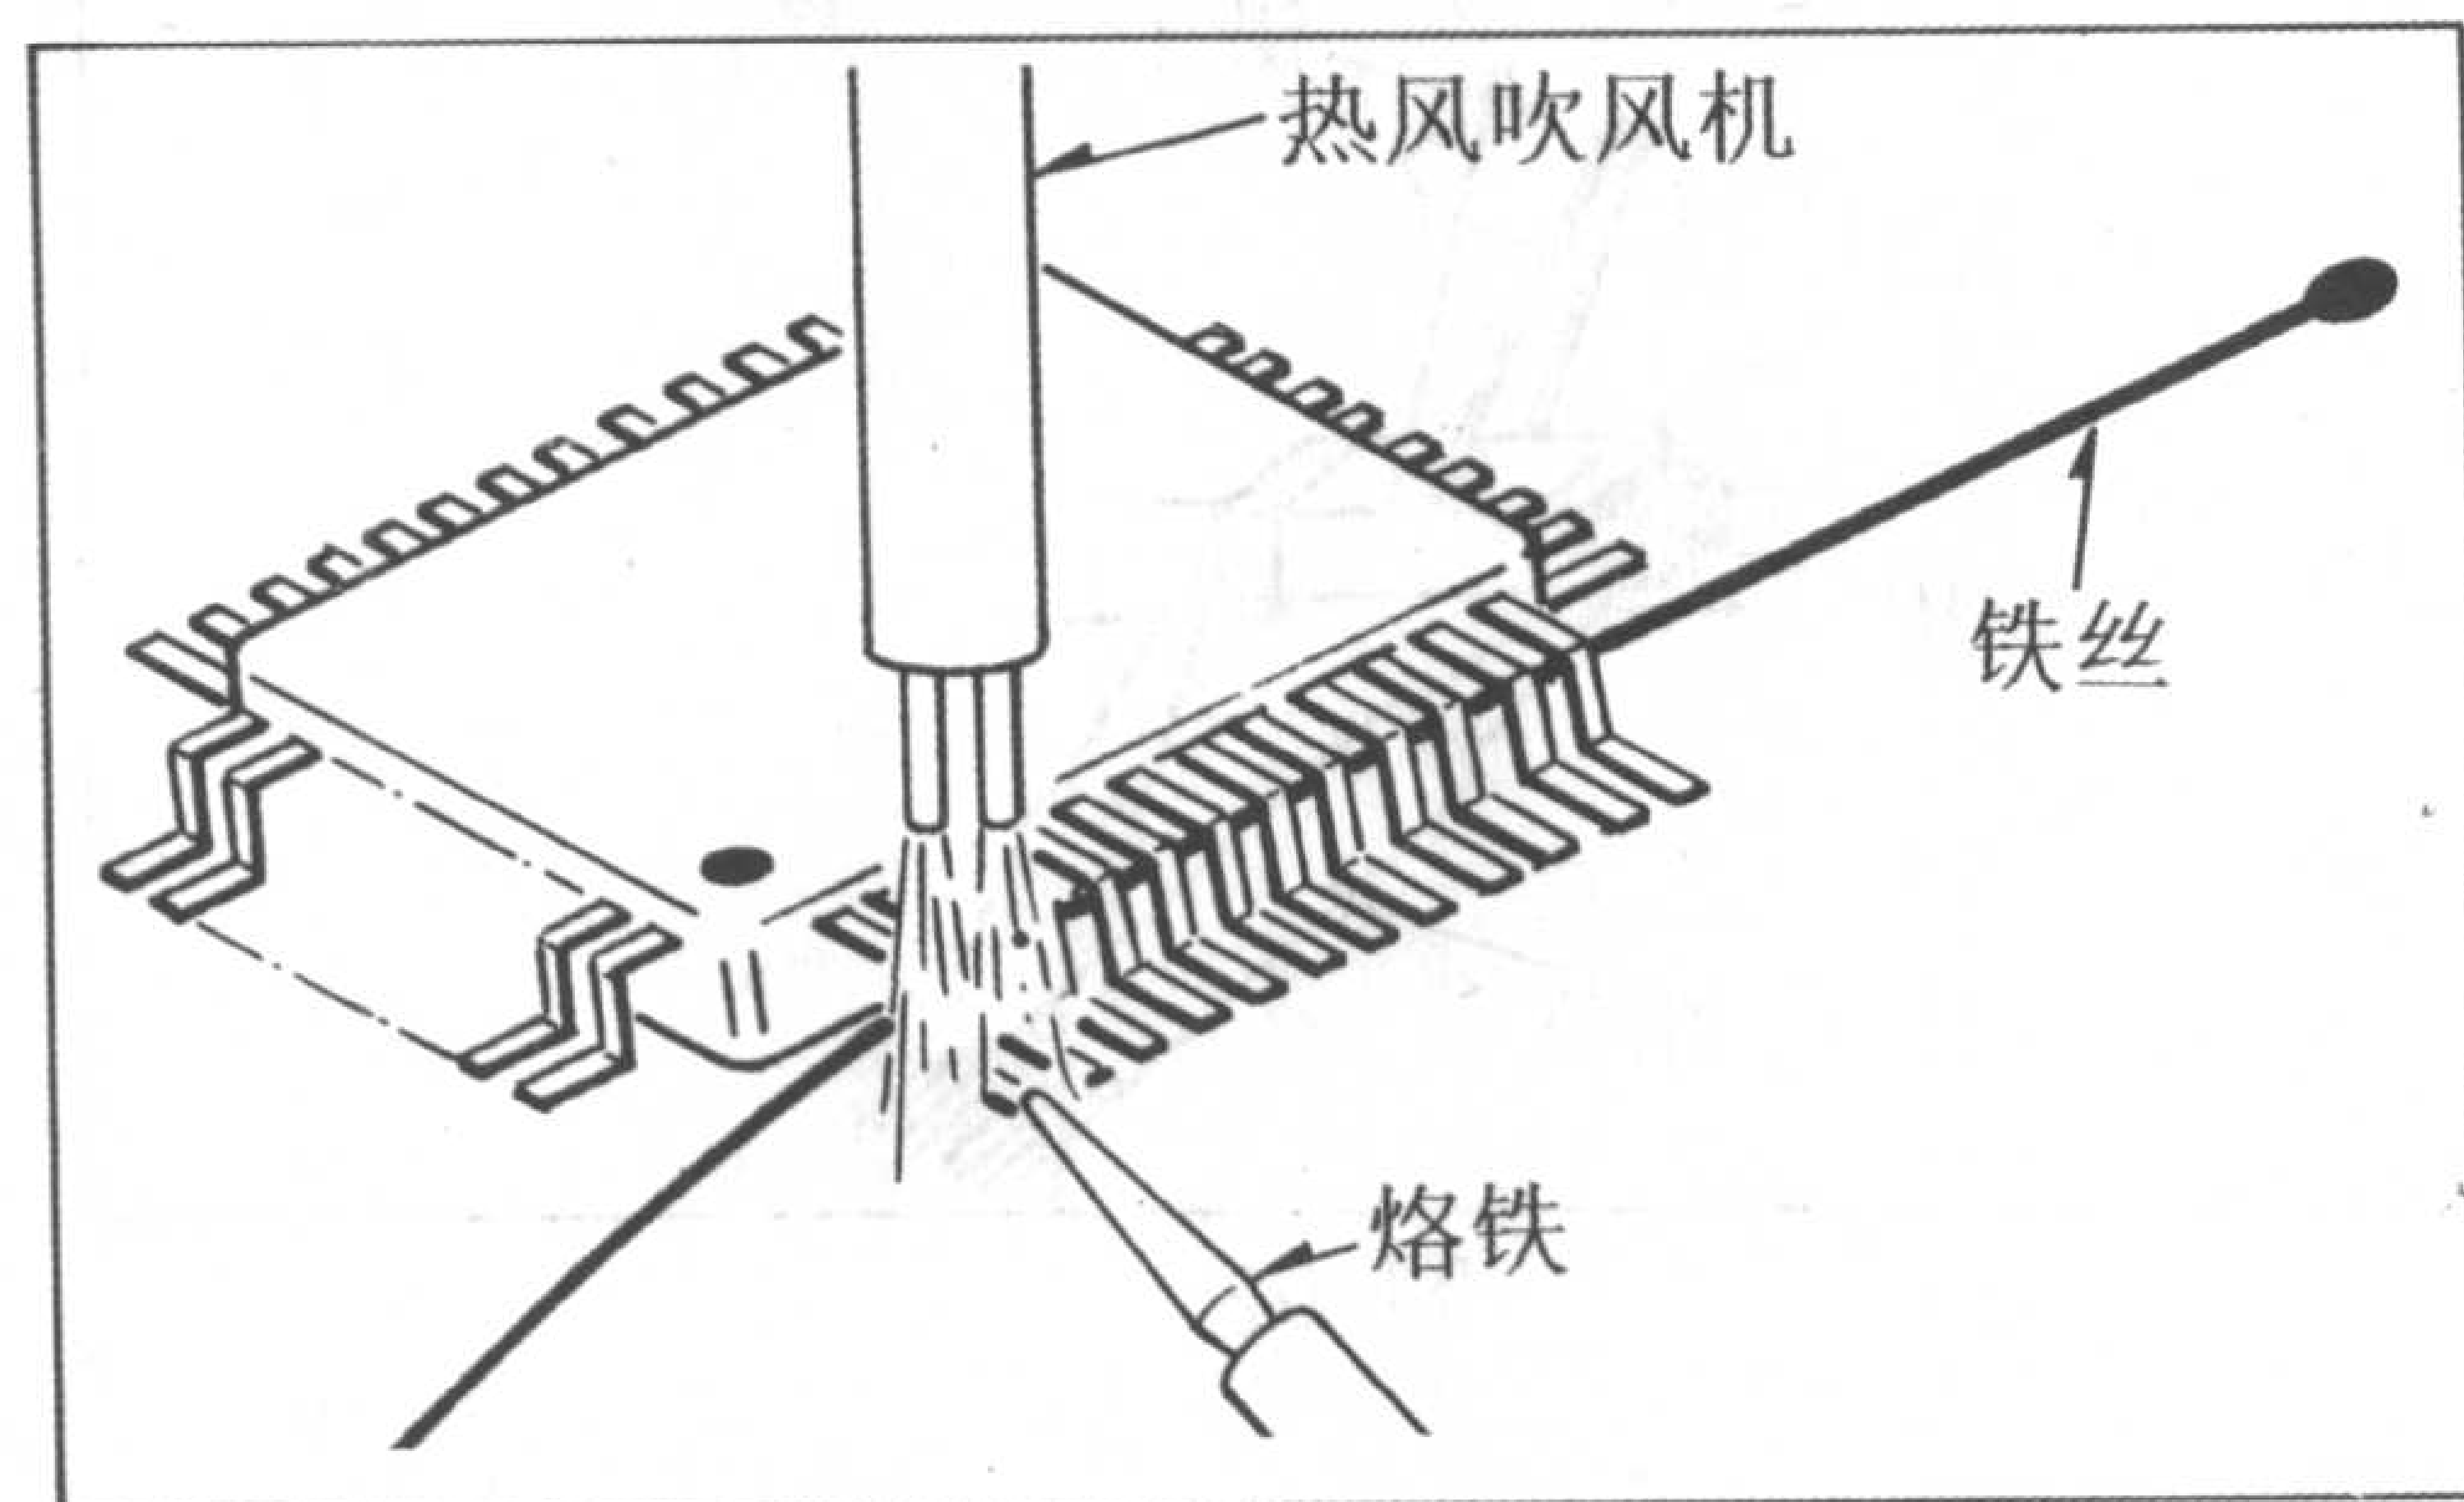

图 G12
- (1) 将铁丝如图G12所示那样固定在工作台或其它的固定物上。
- (2) 用一边用尖头烙铁或热风吹风机加热一边用手提起铁丝，将扁平封装集成电路块的管脚逐个从印刷电路板的焊点上带起。